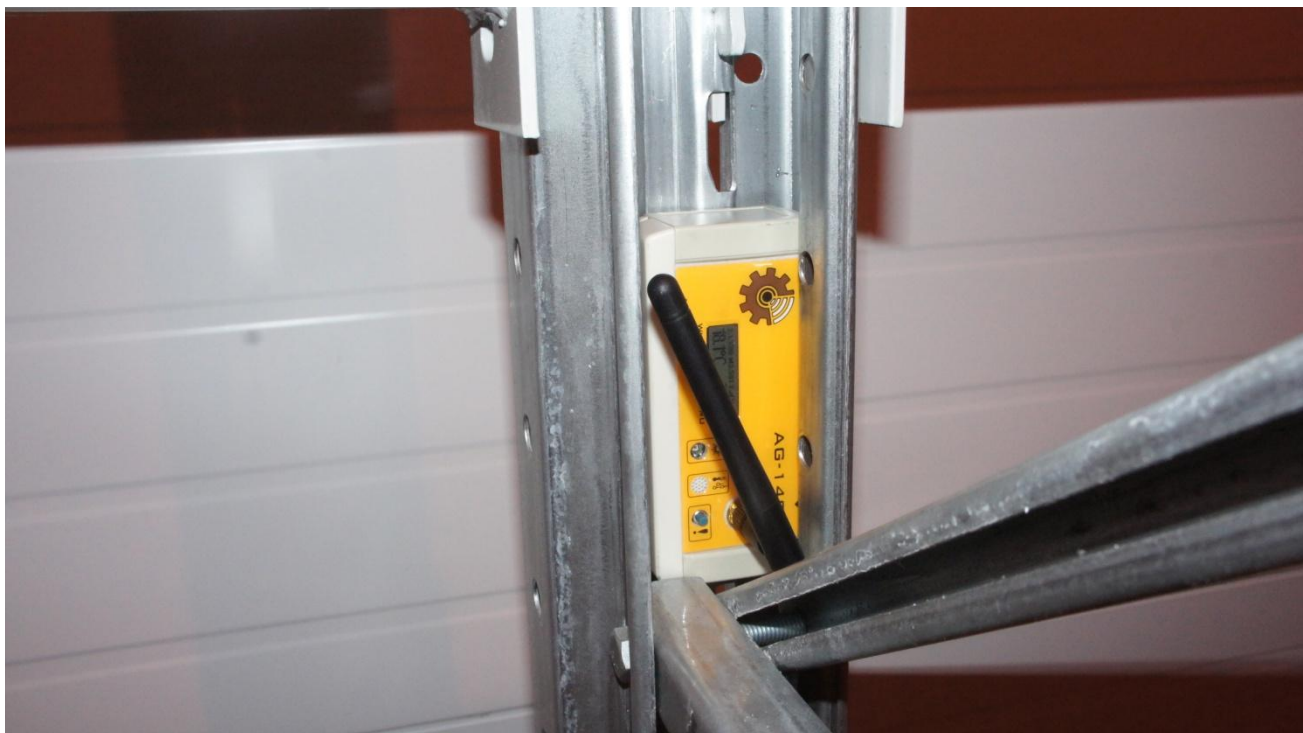

Рис. 3. Размещение AG-1401
- Беспроводной измерительный модуль AG-1401 – 18 шт. (размещены внутри профиля палетт, фотография на рис. 3).